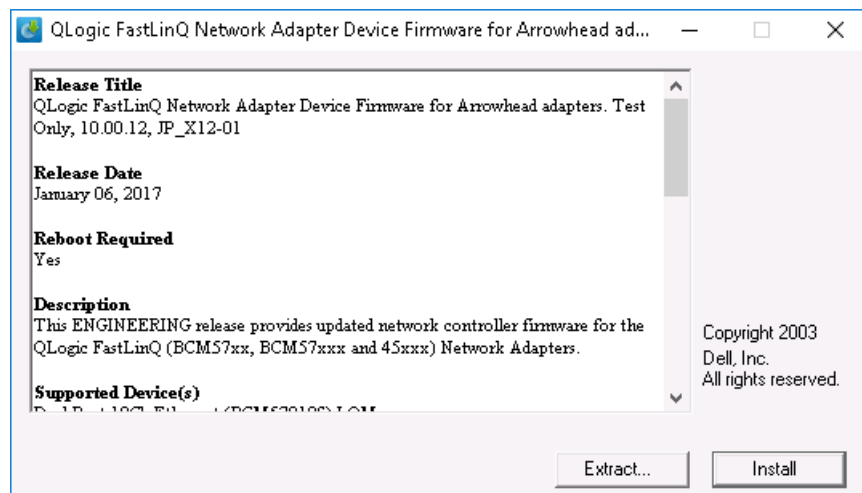

Figure 3-1. Fenêtre Dell Update Package
2. Dans la fenêtre Dell Update Package (Figure 3-1), cliquez sur **Installer**